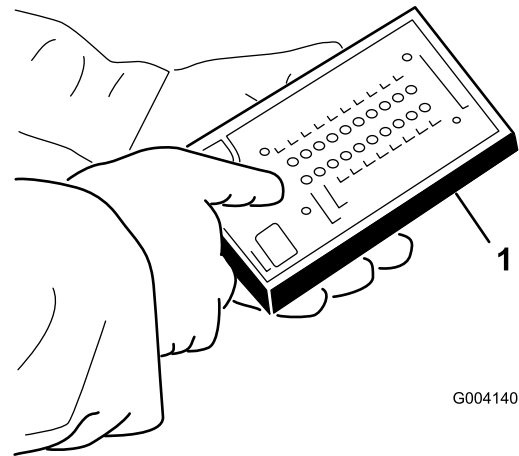

Figura 19
4. Conecte el conector de la pantalla diagnóstica ACE al conector diagnóstico (Figura 19).